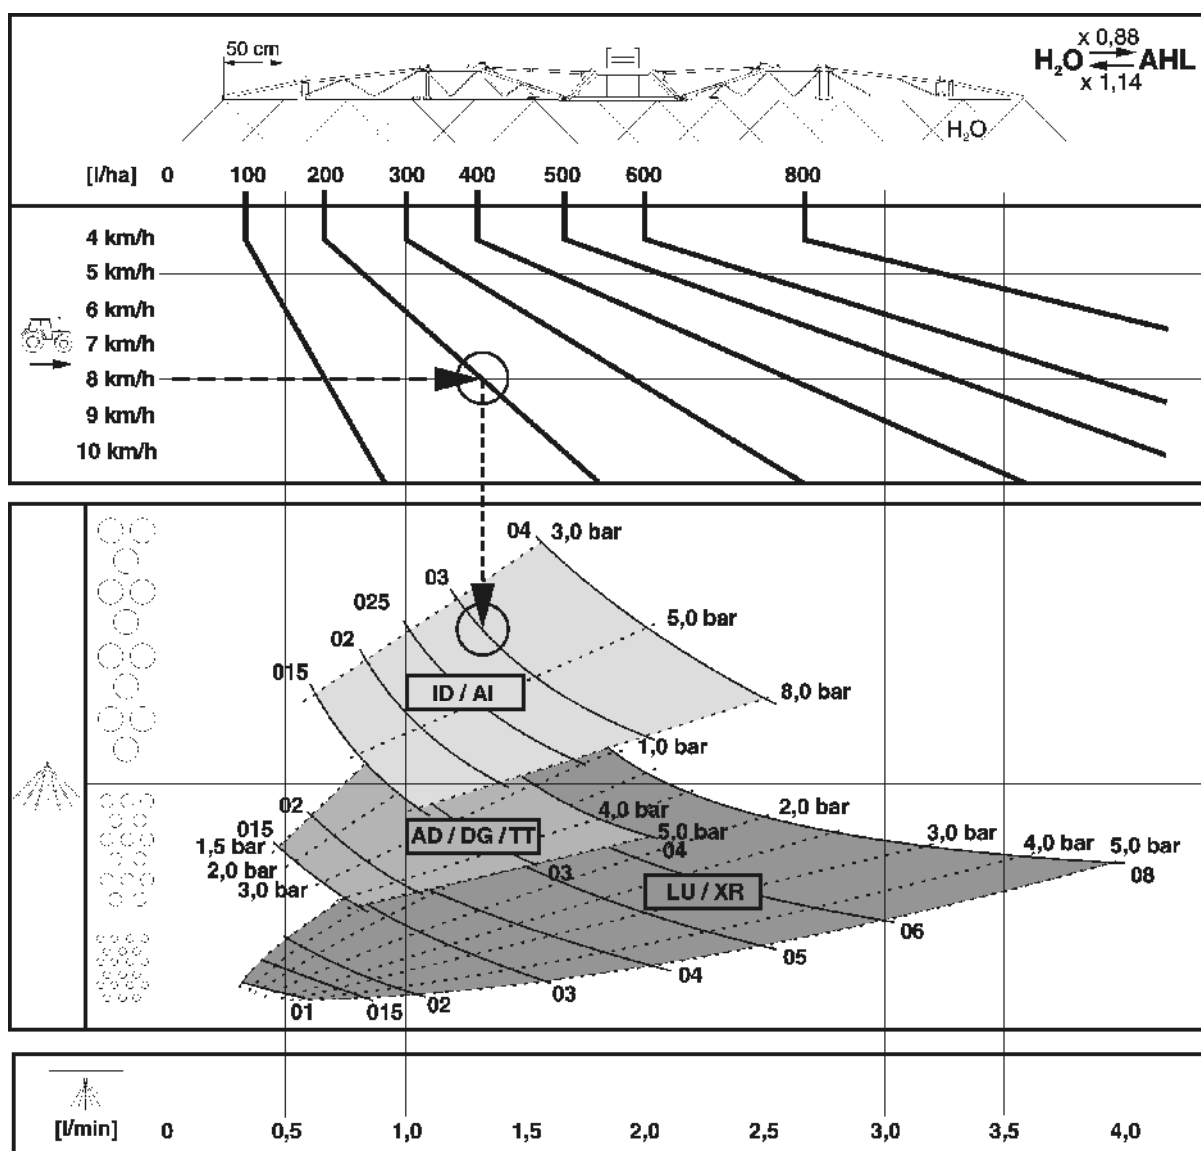

Bild 182
- Bild 182 används för val av lämplig munstyckstyp. Munstyckstyp bestäms av